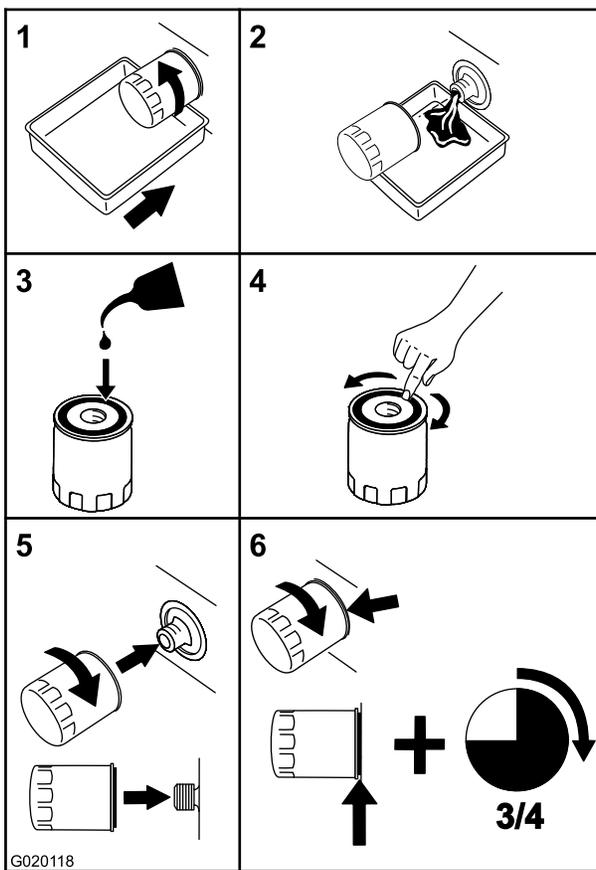

Figura 53
6. Coloque un recipiente debajo del filtro para recoger el aceite que sale del filtro al retirarse el filtro y los tapones de ventilación (Figura 53).
1. Aplique una capa fina de aceite a la superficie de la junta de goma de cada filtro (Figura 53).
2. Gire el filtro en el sentido de las agujas del reloj hasta que la junta de goma entre en contacto con el adaptador del filtro, luego apriete el filtro entre tres cuartos de vuelta y una vuelta completa más (Figura 53).